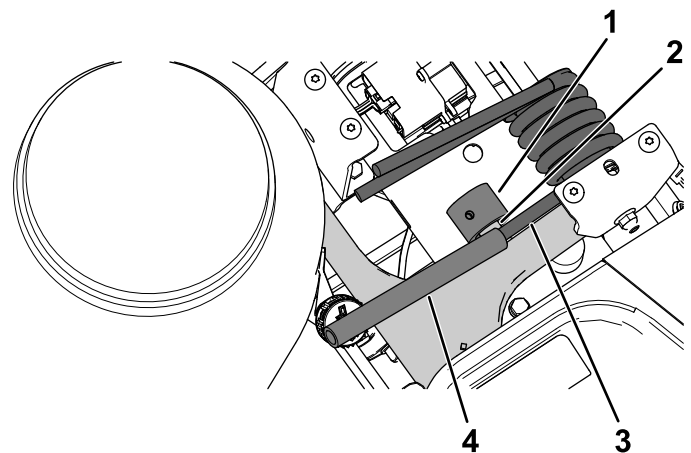

図 3
3. スイングアームポストにスプリングスペーサをかぶせる 図 3。
4. 片方の手でトーションスプリングの端を持ち上げてスイングアームポストから浮かせ、もう一方の手でスペーサをスプリングとポストの間に入れる 図 3。